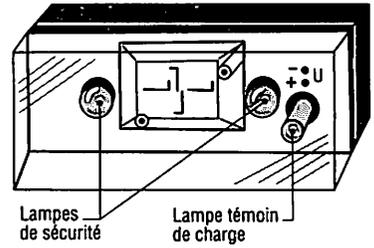

Fig. 13 : Bloc lumineux à incandescence.
– **Bloc à incandescence**, il comporte une lampe témoin de charge de la batterie à l'état de veille, deux lampes à incandescence allumées à l'état de fonctionnement, alimentées par sa batterie (fig. 13).